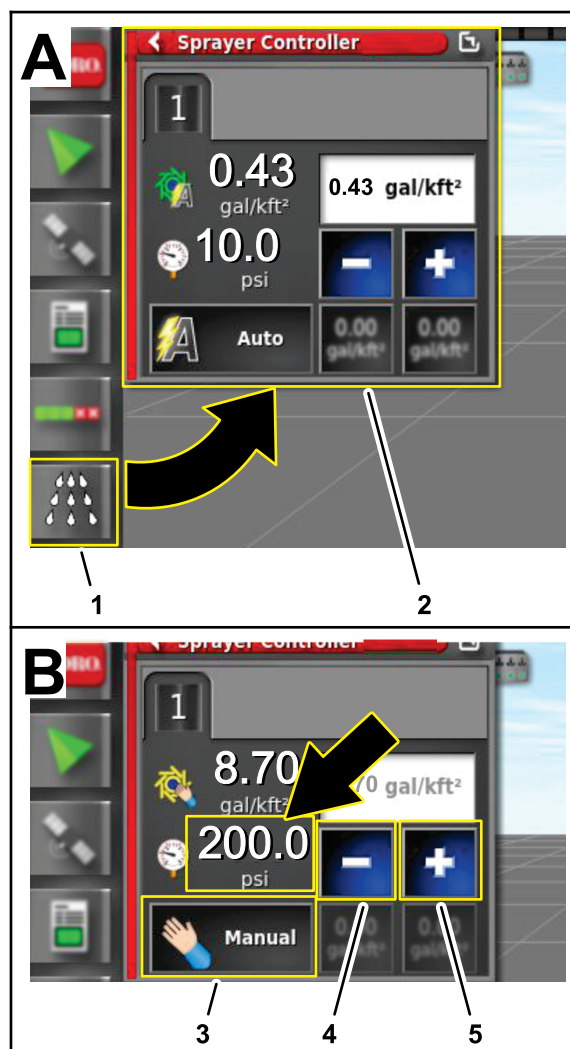

Figura 239
4. Na consola de controlo do GeoLink, pressione o ícone CONTROLO DA TAXA DE PULVERIZAÇÃO (Figura 239).
5. Na caixa de diálogo do controlador da taxa de pulverização, pressione o ícone MODO DE CONTROLO DA TAXA até surgir o modo manual (Figura 239).
6. Utilize o ícone Diminuir (-) ou ícone Aumentar (+) para ajustar a pressão do sistema de pulverização (Figura 239) para 13,75 kPa (200 psi).